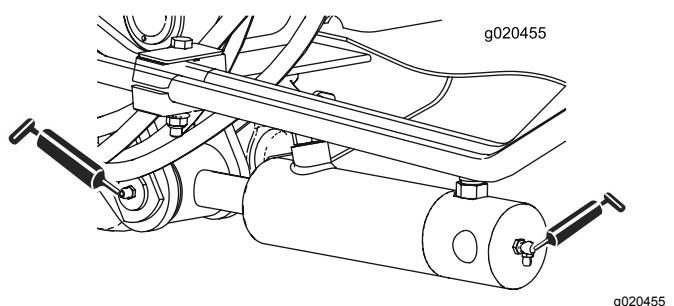

Figura 71
- Dois (cada lado) casquilhos do cilindro do braço de elevação (Figura 71)